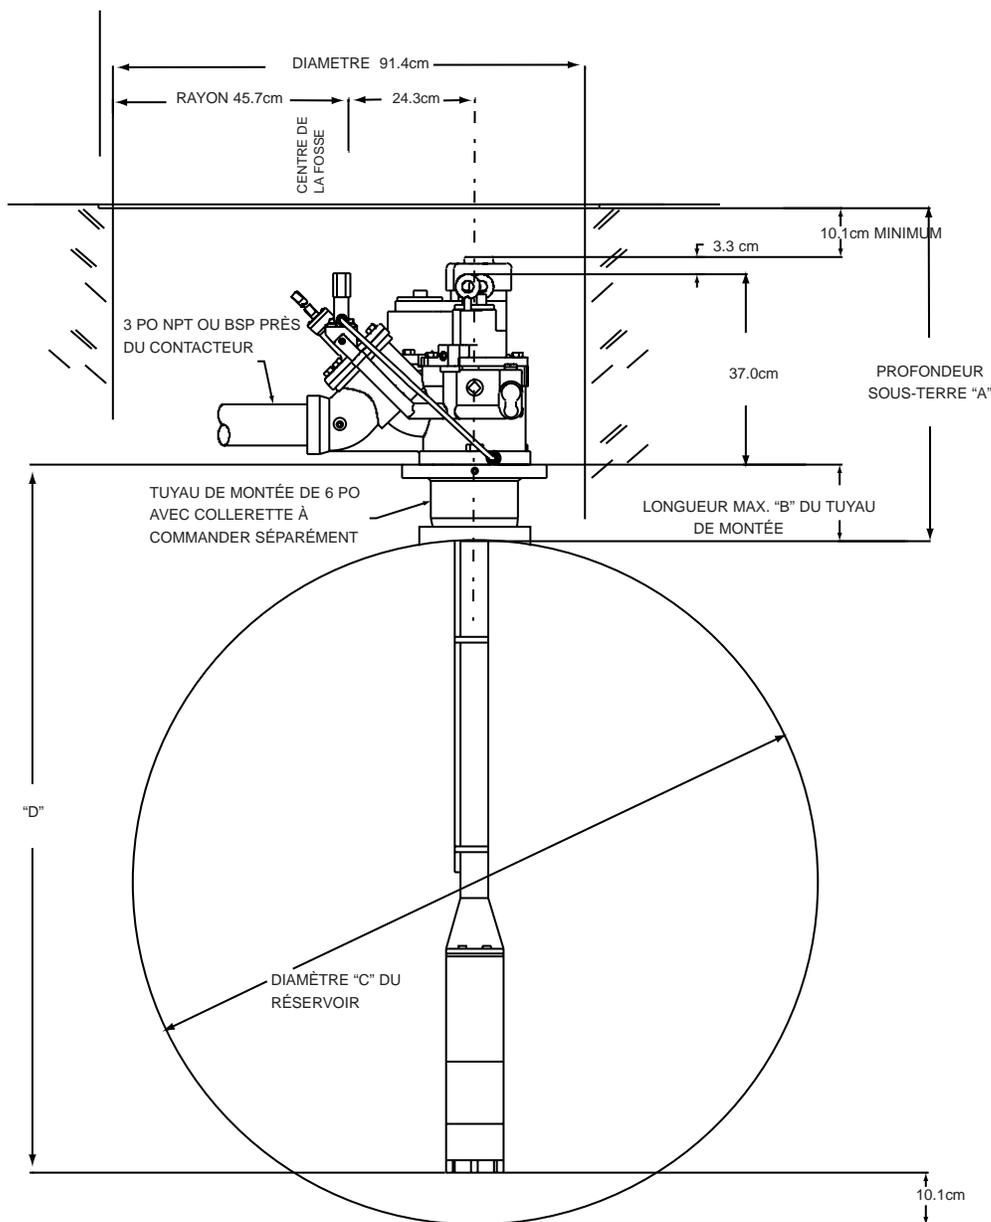

FIGURE 10
4. Après avoir fait les vérifications indiquées ci-dessus, le remblai peut être achevé et les regards peuvent être installés comme illustré à la Fig. 10.